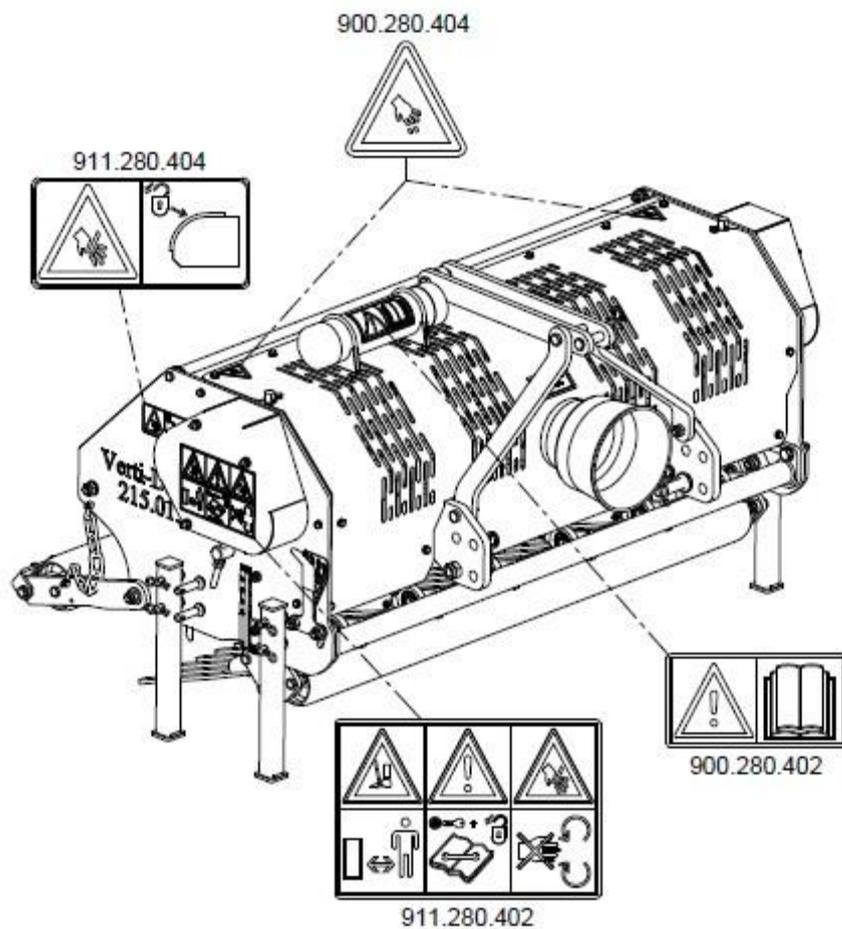

Рис. 7
(7) Расположение значков безопасности (Рис. 7).